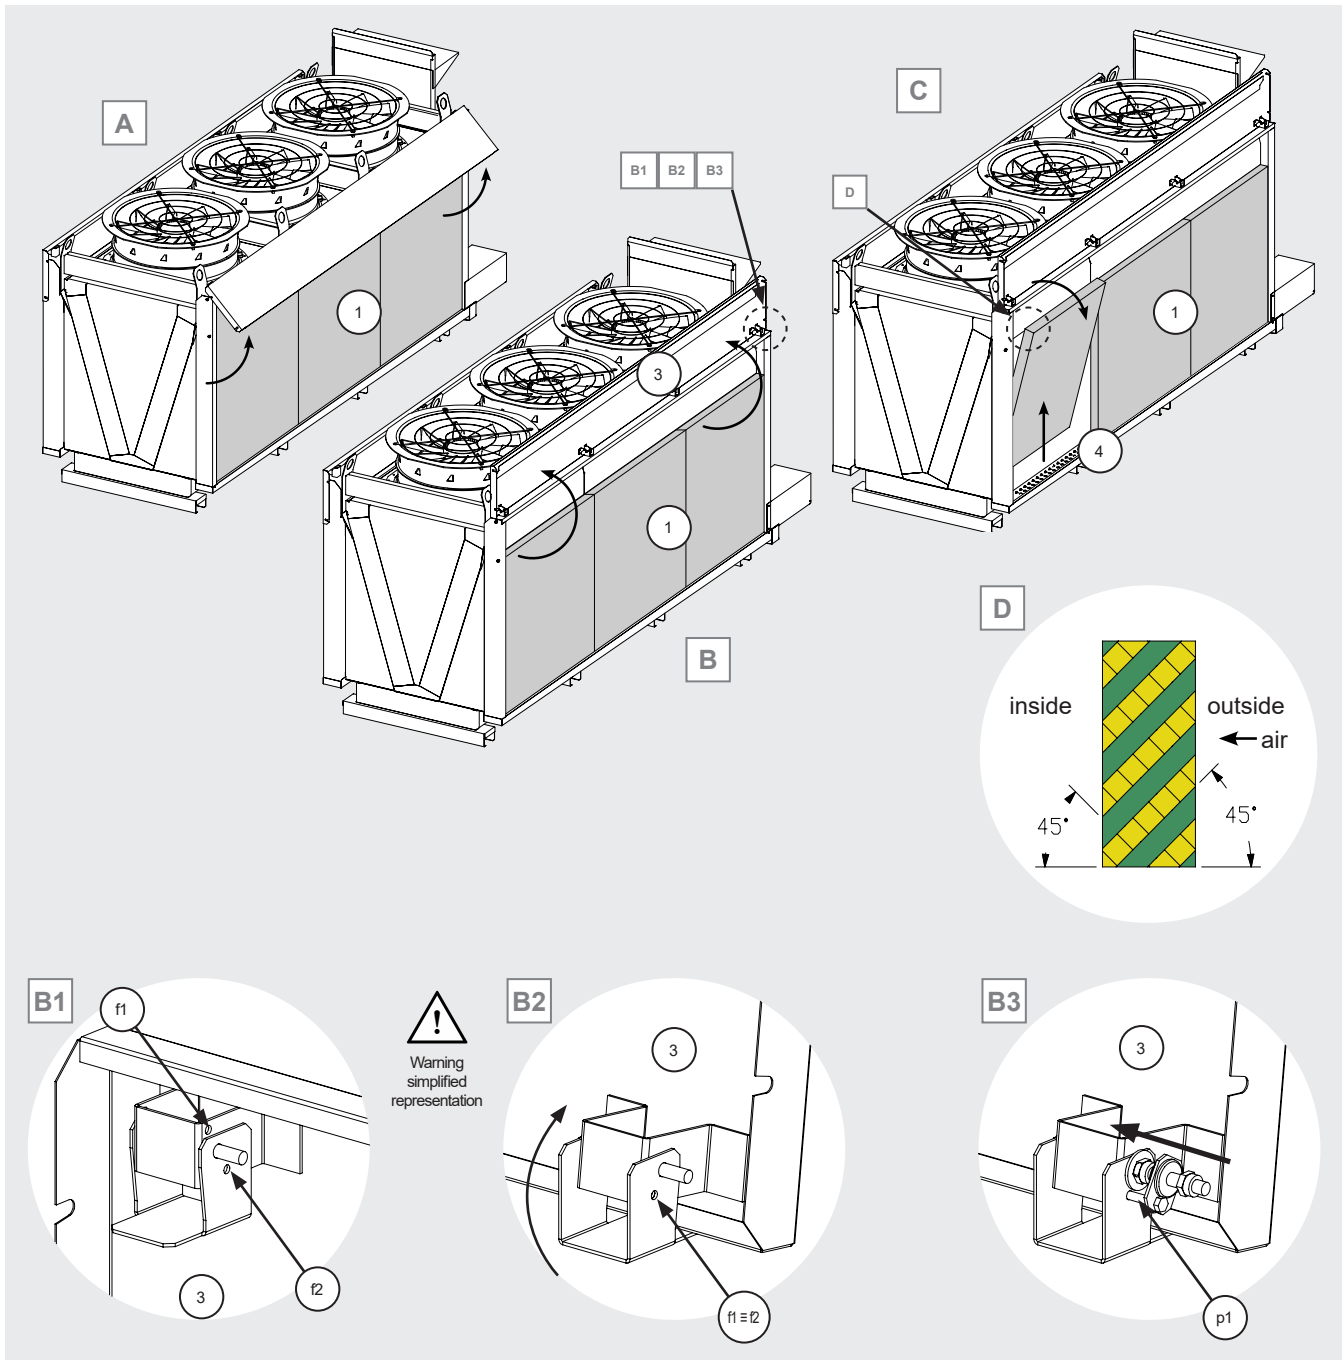

Figura 20
- 12.11.8 Levante la tapa (3) del compartimento de boquillas. Ver Figura 20 A y B. Preste atención a los detalles de la Figura 20 B1, B2, B3. La Figura 20 B1 y la Figura 20 B2 están simplificadas con fines explicativos. Observe la Figura 20 B1: una bisagra situada en el extremo de la tapa (3) está equipada con un sistema que impide que la tapa (3) se cierre accidentalmente. La bisagra tiene dos orificios (f1) y (f2). Gire la tapa (3) hasta que los dos orificios coincidan, como se muestra en la Figura 20 B2. Introduzca ahora el pasador (p1) en los dos orificios y bloquee la tapa (3). Antes de trabajar en el modelo, asegúrese de que la tapa (3) esté bien colocada y no pueda cerrarse accidentalmente. Peligro de golpearse las manos o la cabeza.
- 12.11.9 Extraiga los paneles exteriores (1): levántelos verticalmente de la guía inferior (4) y, a continuación, tire de ellos hacia fuera. Véase la Figura 20 C. Prestar atención al sentido de instalación de los paneles, ver Figura 20 D.